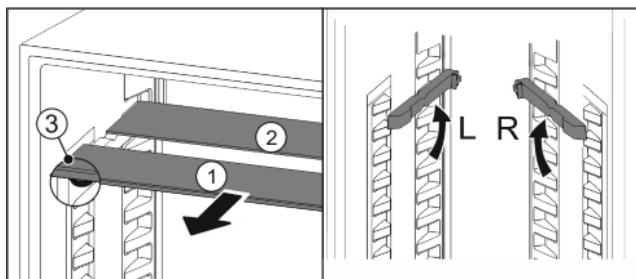

Fig. 17
- estrarre i ripiani di vetro singolarmente tirando in avanti Fig. 17 (1).
- ▷ Il ripiano di vetro Fig. 17 (1) con i fermi appoggia anteriormente.
- ▷ I fermi sono rivolti verso il basso Fig. 17 (3).